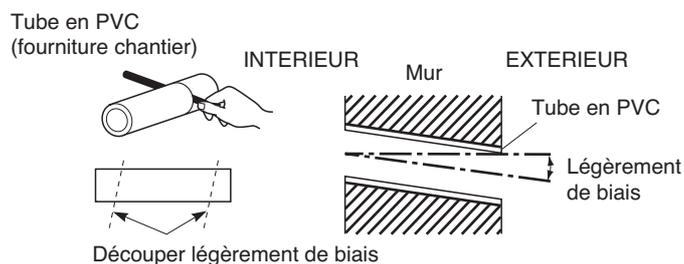

Fig. 3-49
- (9) Mesurez l'épaisseur du mur de l'intérieur vers l'extérieur. Découpez un fourreau en PVC et ajustez-le dans le mur. Insérez le tube en PVC dans le mur. (Fig. 3-49)